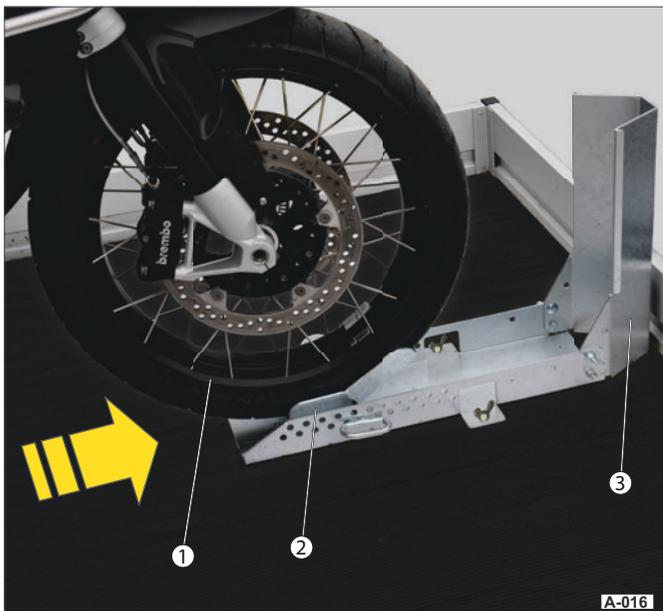

Abb. 16 Vorderrad positionieren
- ▶ Schieben Sie das Motorrad mit dem Vorderrad (Abb. 16/1) auf die Wippe (Abb. 16/2).
- ▶ Schieben Sie das Vorderrad bis zum Anschlag ins Abschlussblech (Abb. 16/2) rein.